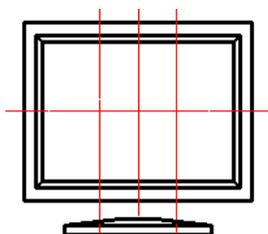

图 17.5.15 绘制直线
(1) 创建图 17.5.15 所示的两条垂直直线。选择下拉菜单 **修改(M)** → **偏移(O)** 命令，在命令行中输入偏移距离 90 后按 Enter 键，选择竖直的中心线为偏移对象，并在该中心线的左右方各选择一点以确定偏移方向，通过编辑命令调整直线的长度。
(2) 将前面通过偏移创建的两条中心线转换为轮廓线。首先选中此两条中心线，然后在“图层”工具栏中选择“轮廓线层”。